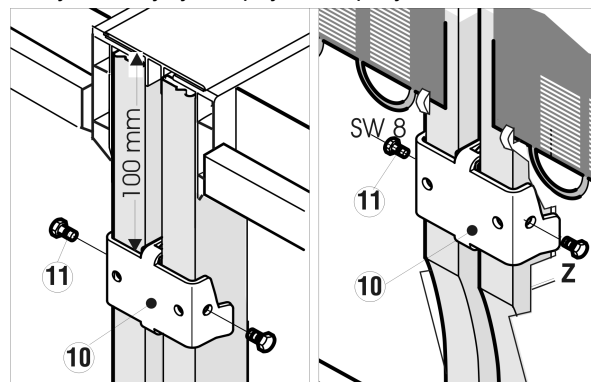

Fig. 6
- ▶ С обратной стороны сверху и снизу следует установить широкие крепежные уголки Fig. 6 (10).
- ▶ Нижний крепежный уголок вставьте в соответствующий вырез (Z).
- ▶ Затем оба крепежных уголка *Fig. 6 (10)* прочно затяните с боков с помощью винтов с шестигранными головками *Fig. 6 (11)*.